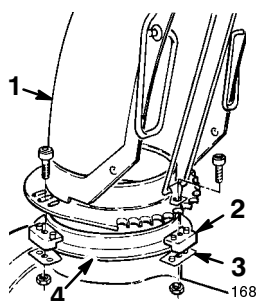

Figure 6
1. Enduisez la couronne d'éjecteur d'une légère couche de graisse pour basse température (Fig. 6).
2. Posez l'éjecteur sur l'ouverture d'éjection, côté ouvert vers l'avant, en faisant reposer les cales en plastique sur la couronne (Fig. 6).
4. Serrez la vis à métaux et son écrou, du côté gauche, pour amener la plaque de retenue de l'éjecteur contre la cale d'éjecteur en matière plastique et fixer l'éjecteur à la couronne (Fig. 6).
5. Poussez les cales d'éjecteur de droite vers l'éjecteur et serrez la vis à métaux (Fig. 6).
6. Vérifiez que l'éjecteur tourne librement sur la couronne. S'il grippe, déplacez la cale d'éjecteur de droite vers l'extérieur (Fig. 6).